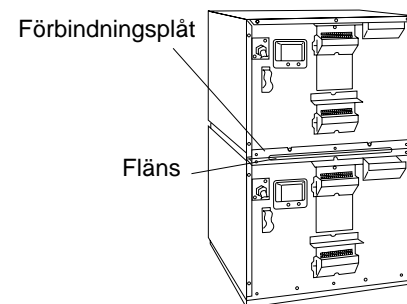

Fig. 2
4. Fäst och dra åt de fem skruvarna (a) och skruv (b). Se Fig. 2.